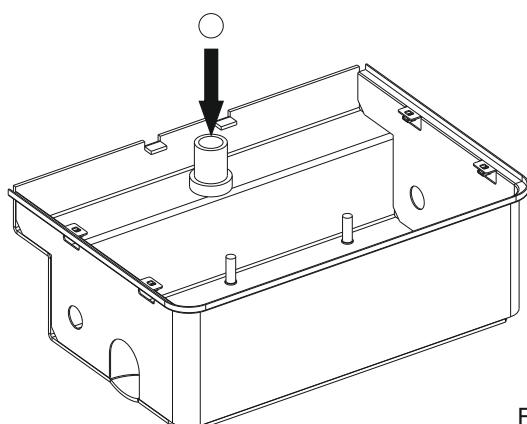
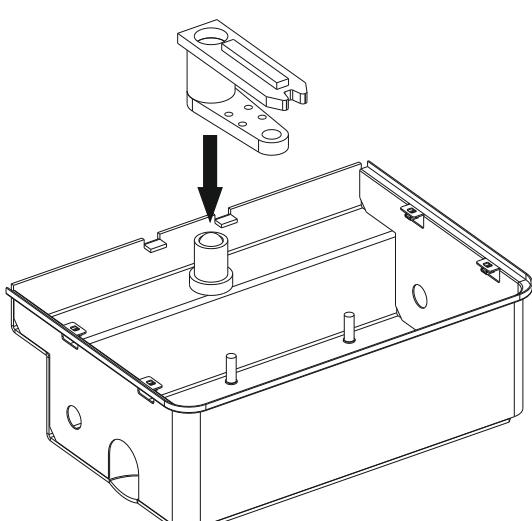
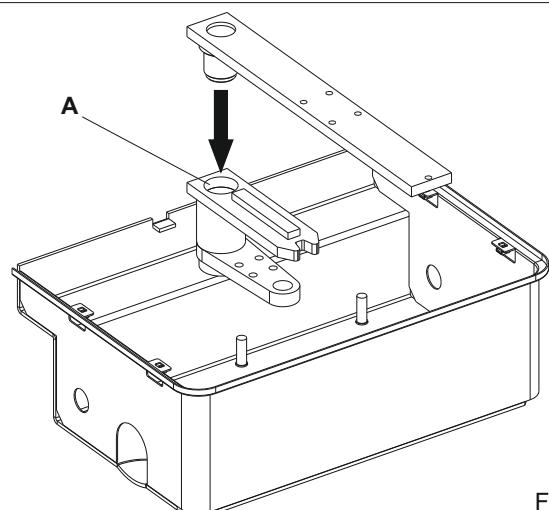
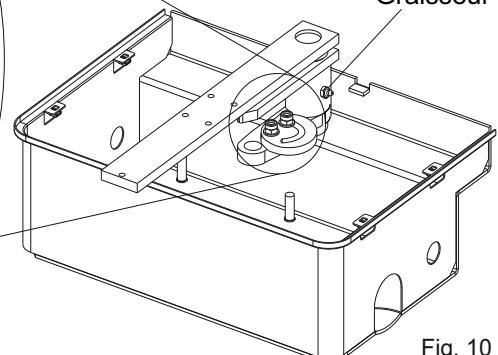

Fig. 7
Fig. 8
Fig. 9
Fig. 10
2.4. Insérer la bille dans l'arbre foré (Fig. 7)
2.5. Insérer l'ensemble manivelle dans l'arbre foré (Fig. 8)
2.6. Graisser abondamment le trou A et insérer l'ensemble vantail (Fig. 9)
2.7. Insérer la came de fin de course à l'ensemble manivelle et fixer la avec les vis spéciales (montage à gauche Fig. 10, montage à droite Fig. 11)
N.B: Pendant l'insertion des ensembles lubrifier les mêmes avec de la graisse en dotation (Fig.7, Fig.8, Fig.9). Dans la mise en fonction de l'installation il est impératif de lubrifier la caisse comme en Fig. 10 jusqu'à l'écoulement de la graisse. (Utiliser du gras DIN 51502 KP 2 N-20 - K 2 K-20).